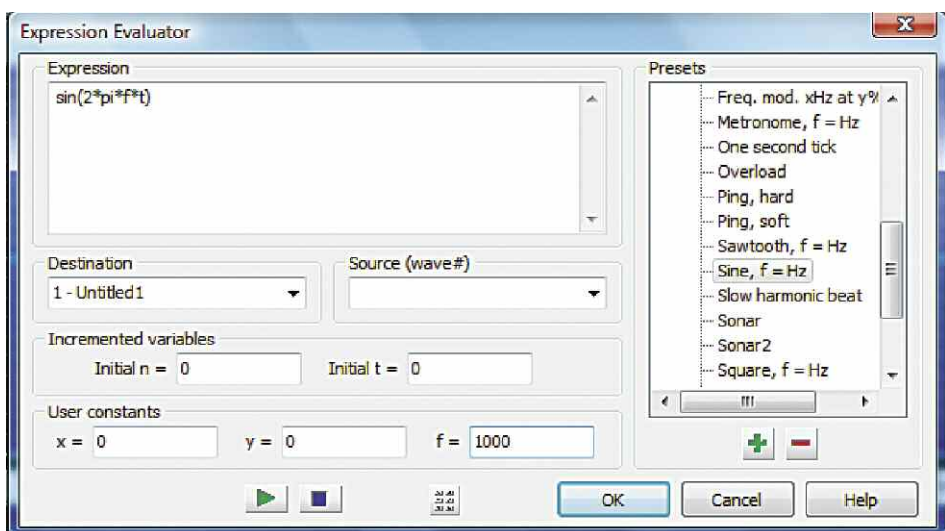

Рис. 5
4. Далее выбираем форму сигнала (синусоидальной формы) и задаем его частоту, например 1 кГц (рис. 5), кликаем кнопку *OK*, в результате в окне редактора появляется сигнал частотой 1 кГц, уровнем 0 дБ (по амплитуде) и длительностью 3 с.